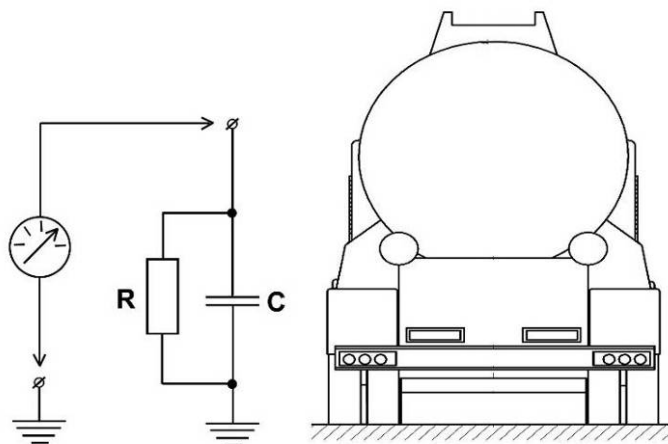

Рисунок 1 – Схема электрическая эквивалентная измерения емкости
1.4.4 Функция контроля электрической емкости резервуара (цистерны) относительно «земли» предназначена для определения оценочного значения величины площади поверхности заземляемого резервуара, что позволяет приблизительно определить габаритные размеры резервуара. Фактически поверхность заземляемого резервуара является одной обкладкой конденсатора, а поверхность земли – другой (рисунок 1). Таким образом, ввиду зависимости величины емкости конденсатора от площади его обкладок по измеренному значению емкости возможна приблизительная оценка размеров поверхности резервуара относительно «земли».